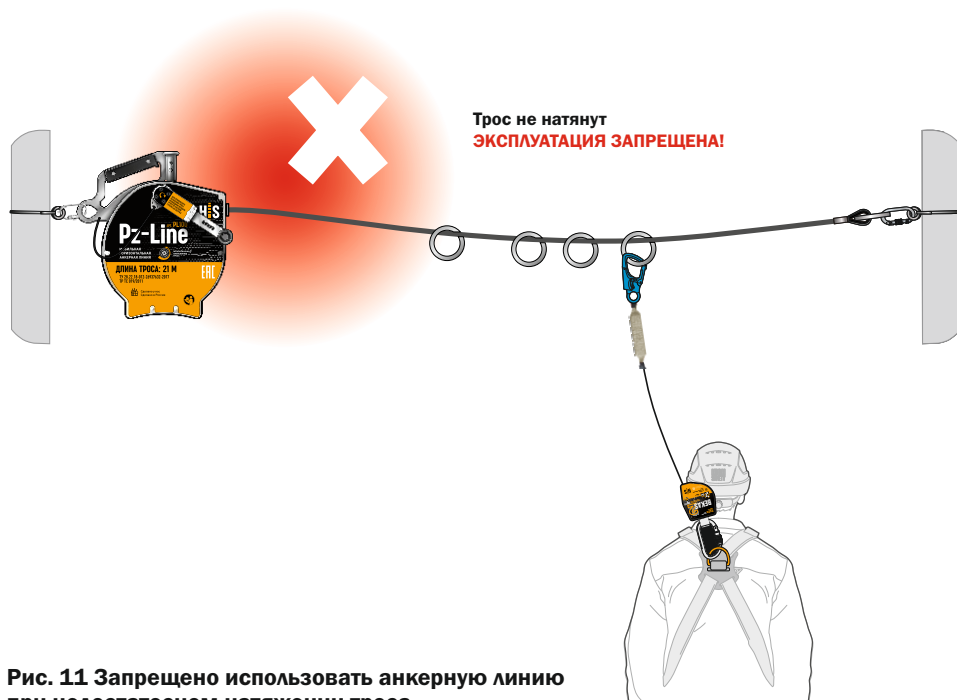

Рис. 11 Запрещено использовать анкерную линию при недостаточном натяжении троса.
- использовать анкерную линию при недостаточном натяжении троса (**рис. 11**);